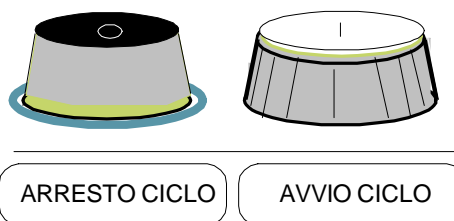

fig. 2
3.1.1. pulsanti	Le pulsantiere di comando devono: <ul style="list-style-type: none">• avere colorazione e simbologia adeguata, in allegato 1 si riportano alcuni esempi;• avere targhette identificatrici con le scritte in lingua italiana;• essere provvisti di dispositivi atti ad evitare l'avviamento accidentale (incassati, protetti con schermo, altro), fig. 2.